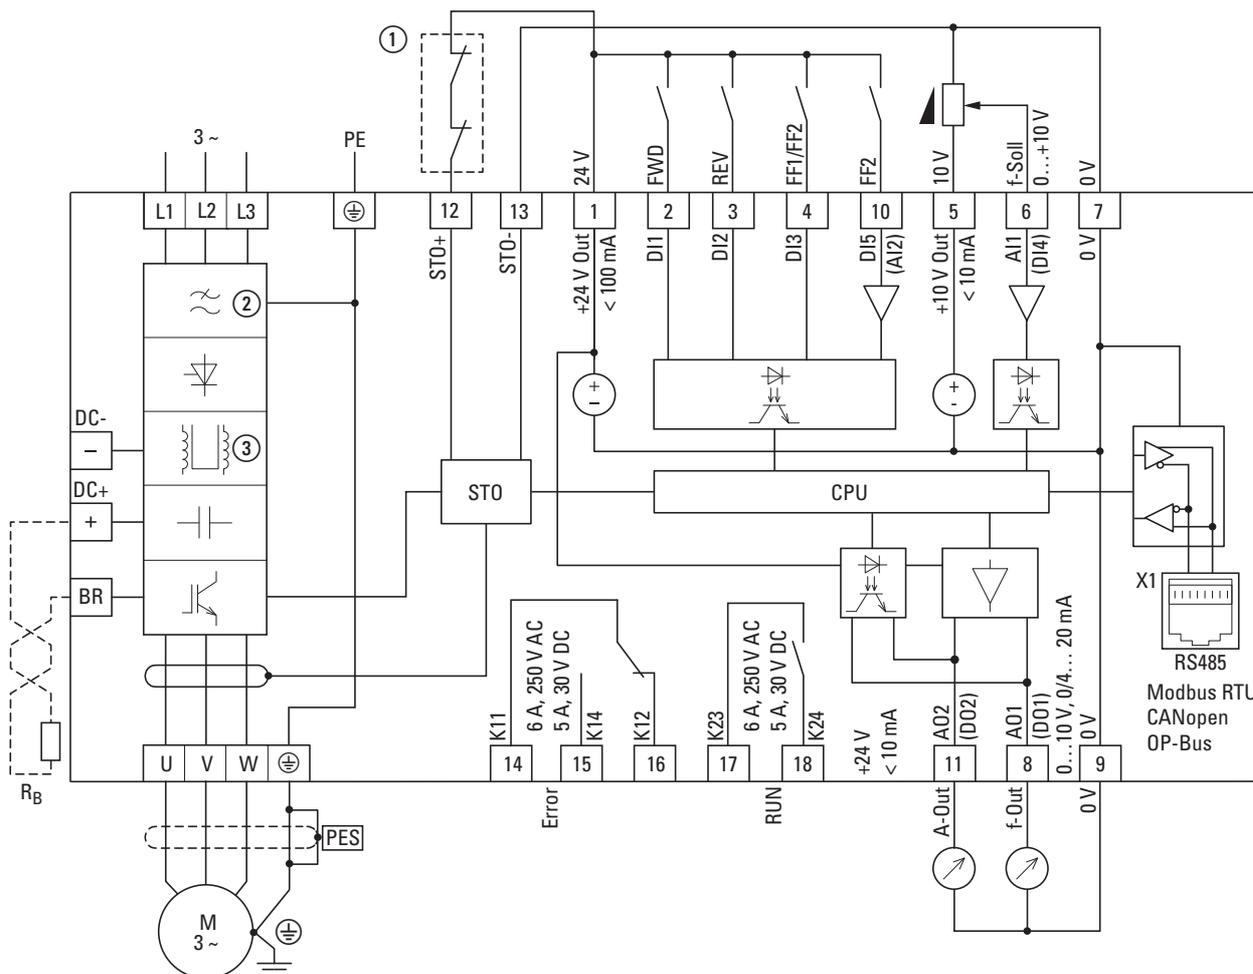

Abbildung 87: Blockschaltbild DA1-...-B55C
① Direkte Freigabe der STO-Funktion oder Relais: Safe Torque Off (STO), SIL 2 (EN 61800-5-2) wie in → Abbildung 87, Seite 118.
② Der RFI-Filter ist im Gerät DA1-35-...-B6XC nicht enthalten.